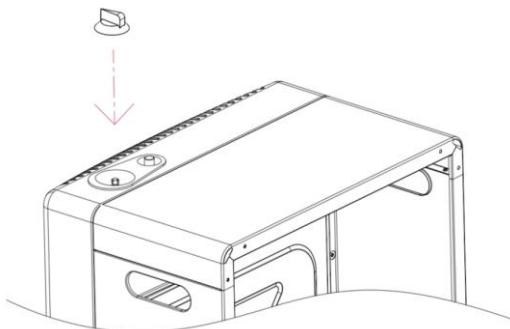

Рисунок 5
5. Установите пластиковую ручку регулятора пламени на газовый клапан (см. рисунок 5)